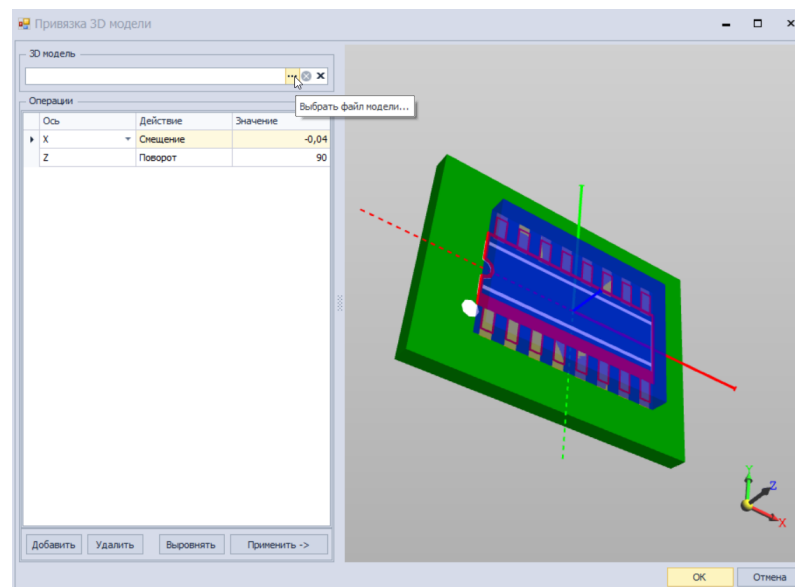

Рис. 169 Выбор файла 3D-модели
2. Нажмите «...», расположенные в правой части поля 3D модель, окно «Привязка 3D модели» см. Рис. 169.